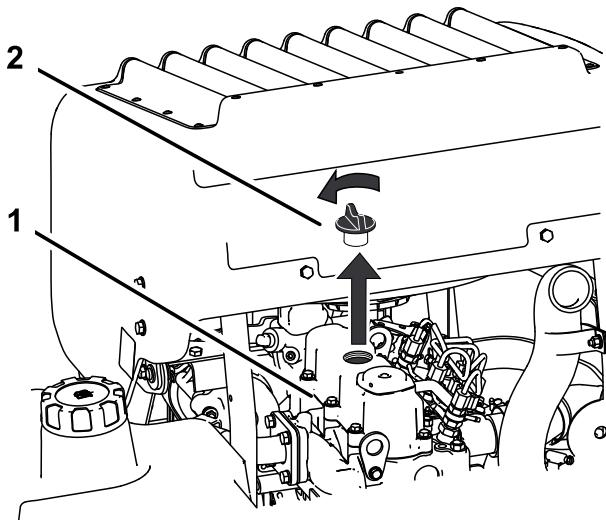

Figura 36
6. Togliete il tappo di riempimento dell'olio da sopra il motore (Figura 36), per agevolare la fuoriuscita dell'olio.
2. Togliete il tappo dell'olio e l'asta di livello (Figura 36).